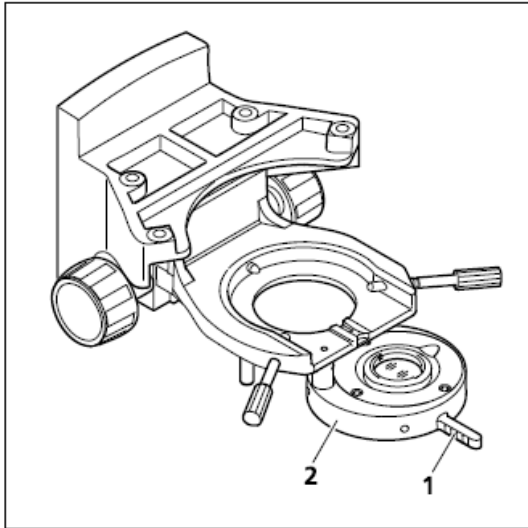

图. 2-21 低倍聚光镜
- 低倍聚光镜(图 2-21/2)的移入/出光路通过拨动杆(图 2-21/1)来实现.移入光路时要确认此部件已经卡紧至固定位置